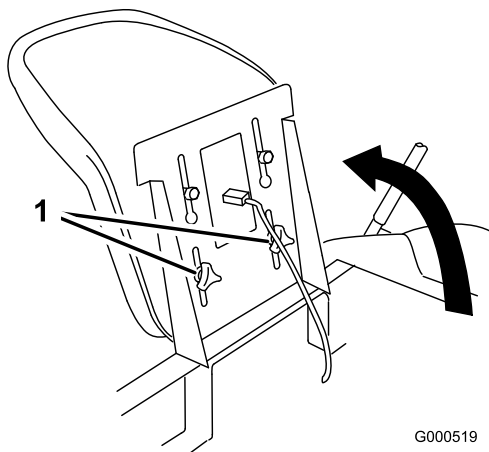

Figure 20
1. Soulevez le siège et desserrez les boutons de réglage jusqu'à ce que vous puissiez déplacer le siège (Figure 20).